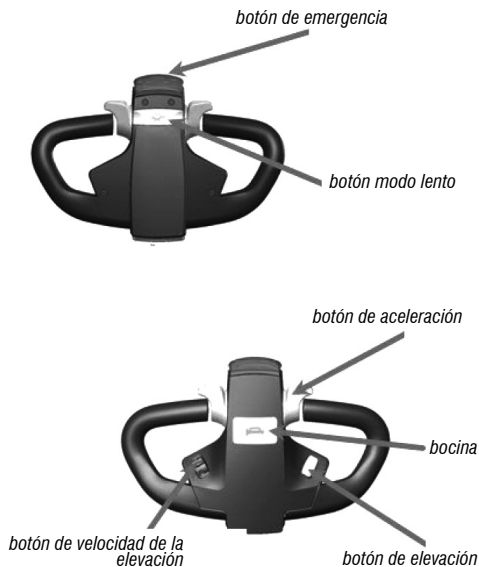

Fig. 4 – Controle
Mueva la palanca de control para la división A o división C conforme indicado en la Fig.4 y presione el botón de subida/bajada en la manilla de control para ver si los movimientos del garfio están normales. En seguida, gire la palanca de control para la división B, conforme indicado en la Fig. 4. Acelere la grúa horquilla eléctrica lentamente y presione la palanca para la posición horizontal para verificar si el equipo puede moverse y trabar normalmente.
En la secuencia, desplace la palanca de control para la división B conforme indicado en la Fig. 4. Presione el botón de reversión de emergencia en la parte superior de la palanca de control para verificar si el equipo puede moverse normalmente para atrás.
1. Botón de aceleración: el botón del acelerador es usado para controlar la dirección de desplazamiento y la velocidad de la grúa horquilla eléctrica. En caso de operación de desplazamiento, gire la palanca de operación para el área B indicada en la Fig. 4. Cuando la manilla está en el área A o C, la grúa horquilla está en un status de apagado y no puede moverse. Cuando la palanca de operación está en el área B y el botón del acelerador es girado en una dirección, la grúa horquilla se desplazará en esa dirección. Mientras el acelerador es girado en otra dirección, la grúa horquilla se moverá en esa otra dirección. Cuanto mayor la amplitud de giro, más rápido el equipo se moverá.
Nota: Un freno magnético lateral es instalado en la extremidad del eje del motor de la rueda motriz y hay un interruptor de avance instalado en el eje rotativo del brazo rotativo. Solamente cuando el brazo rotativo estuviera a $45^\circ \pm 35^\circ$ (como indicado en la Fig. 4), la grúa horquilla puede ser encendida y desplazada. Mayor o menor que el ángulo indicado, el equipo será apagado y trabado. En este caso, la grúa horquilla eléctrica puede levantar mercaderías, pero no puede moverse. Como indicado en la Fig. 4, cuando el manipulador de operación está en la división A o en la C, la grúa horquilla solo se puede levantar o bajar, pero no desplazarse. Cuando la palanca de control está en la división B, puede se desplazarse tanto cuanto levantar o bajar. La posición de operación del manipulador no será especificada en las descripciones que siguen, o sea, la grúa horquilla solo puede subir o bajar, pero no desplazarse cuando el manipulador está en la división A o C y el manipulador debe estar en la división B cuando el equipo se desplace.
2. Como indicado en la Fig. 4, existe un botón en el manipulador de operación que es utilizado para ablandar la grúa horquilla eléctrica. Cuando este botón de "desaceleración" es presionado, así como el botón de aceleración es girado, la grúa horquilla se
Como indicado en la Fig. 4, tire la llave general de la fuente de alimentación, destrabe la traba eléctrica de la puerta y conduzca la grúa horquilla hasta la pila de mercaderías en las proximidades. La punta del garfio debe quedar a 300 mm de la pila de mercaderías. Presione el botón de bajada, ajuste la altura del garfio a una posición adecuada y insértelo lento y lo más profundamente posible en el pallet de las mercaderías. Presione el botón de elevación hasta que el garfio esté a 200 mm - 300 mm del suelo. Dirija la grúa horquilla hasta el local de la repisa de mercaderías y pare lentamente. Presione el botón de elevación para que el garfio suba hasta la altura adecuada con la repisa (la parte inferior del pallet es aproximadamente 100 mm mayor que la repisa de mercaderías). Mueva las mercaderías lentamente para la posición exacta de la repisa y presione el botón de bajada para colocarlas cuidadosamente en la repisa. Retire el garfio de la mercadería y conduzca la grúa horquilla eléctrica lentamente para retirar el garfio del pallet de mercaderías. Baje el garfio hasta que esté a 300 mm del suelo y aleje la grúa horquilla eléctrica de la repisa. Atención para que no tenga obstáculos al rededor y al girar, la velocidad debe ser reducida.
Como indicado en la Fig. 4, tire la llave general de la fuente de alimentación, destrabe la puerta eléctrica y conduzca la grúa horquilla hasta la repisa de mercaderías en las proximidades. La punta del garfio debe quedar a 300 mm de la repisa de mercaderías. Presione el botón de bajada, ajuste la altura del garfio a una posición adecuada y insértelo lento y lo más profundamente posible en el estrado del pallet. Presione el botón de elevación para levantar las mercaderías hasta que la parte inferior del pallet esté a 100 mm de la repisa de mercaderías. Lentamente, conduzca la grúa horquilla y mueva las mercaderías para fuera de la repisa (reforzando que la punta del garfio debe quedar a 300 mm de la repisa de mercaderías). Presione el botón de bajada y baje el garfio a una altura de 200 mm a 300 mm del suelo. Aleje la grúa horquilla de la repisa de mercaderías hasta que alcance la posición deseada y, en seguida, párela lentamente. Presione el botón de bajada para bajar las mercaderías, aleje completamente el garfio y muévelo lentamente para fuera del pallet de mercaderías.